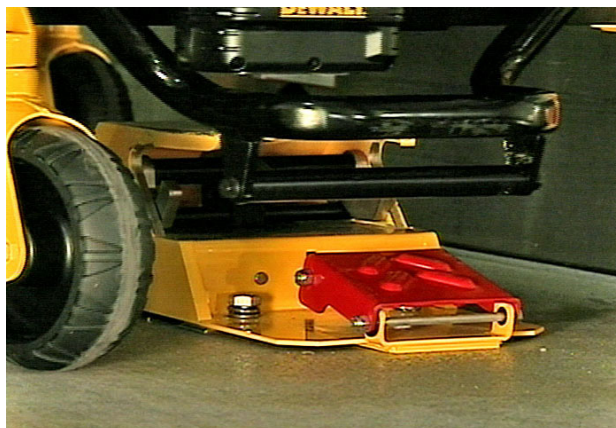

Figur 13 - Golvspårens installationsplacering
1. Identifiera platsen för fotändens fästordning och huvudändens fästordning från figur 12 på sid. 6-15 för modell 6386 och figur 13 på sid. 6-16 för modell 6387.
1. Identifiera platsen för fotändens fästeanordning och huvudändens fästeanordning från figur 12 på sid. 6-15 för modell 6388 och figur 13 på sid. 6-16 för modell 6389.
2. Använd måtten som visas i figur 13 och identifiera var golvspåren ska fästas.